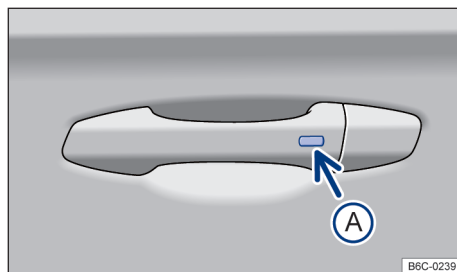

Fig. 51 En la manilla interior de la puerta: tecla para bloquear o desbloquear.
- 1 Presionar la tecla → fig. 51 (A) en el exterior de la manilla interior de la puerta.
- 2 Presionar la tecla → fig. 51 (A) en el exterior de la manilla interior de la puerta.
- Dentro de 5 segundos, presione la tecla en el exterior de la manilla interior de la puerta → fig. 51 (A). Así, no sujetar la manilla de la puerta. El sistema de cierre y arranque sin llave "Keyless Access" está temporalmente desactivado.
Un fuerte chorro de agua o de vapor puede activar las superficies de los sensores en las manillas si, al mismo tiempo, una llave del vehículo válida está en el área de aproximación. Si al menos un vidrio está abierto y la superficie del sensor → fig. 51  en una manilla de la puerta se activa permanentemente, todos los vidrios se cerrarán. Si el chorro de agua o de vapor se aleja brevemente de la superficie del sensor → fig. 51  de una manilla de la puerta y se vuelve a dirigir hacia ella, posiblemente todos los vidrios se abrirán.